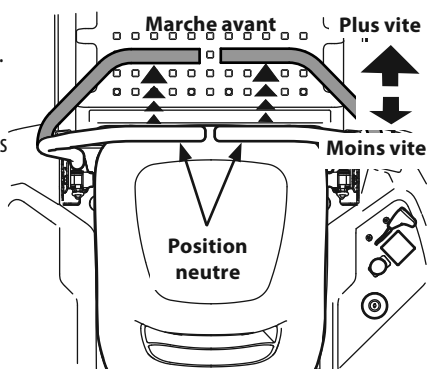

Figure 25
1. Poussez les barres de conduite lentement et graduellement vers l'avant. L'appareil commencera à avancer. Voir Figure 25.